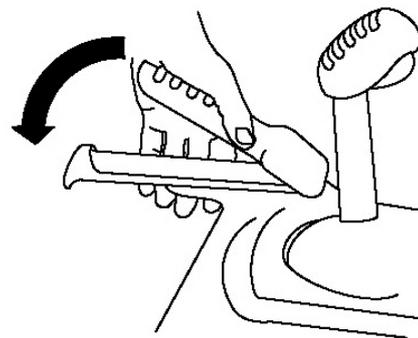

Рисунок 13.
3. Лево́й рукой прижмите рычаг хода к рукоятке (Рис. 13).
6.левой рукой прижмите рычаг хода к рукоятке (Рис. 13).